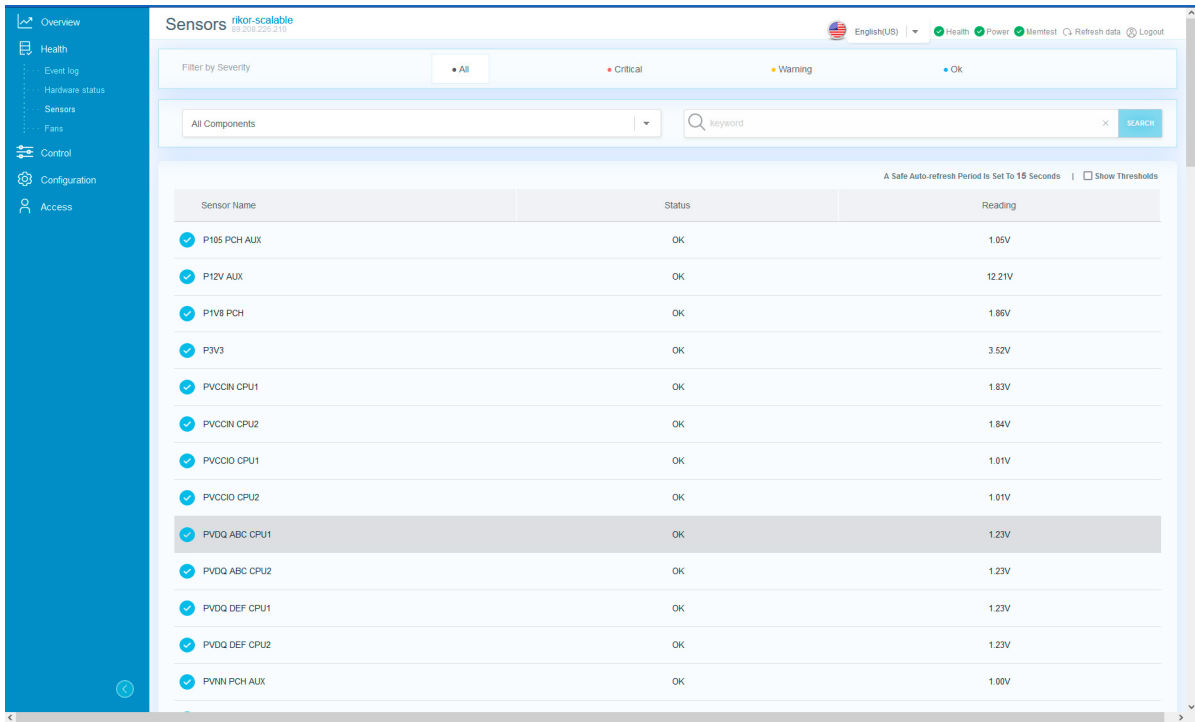

Рис. 80. Окно «Sensors»
- 4) Пройдите во вкладку «Health» → «Sensors» в данной вкладке отображается информация по датчикам установленным в сервере. В поле «Filter by Severity» произведите фильтрацию по степени серьезности события. В раскрывающемся списке выберете компонент сервера где хотите просмотреть состояния датчиков. В поле поиска произведите фильтрацию по ключевым словам датчиков. Окно показано на рис. 80 Окно «Sensors»